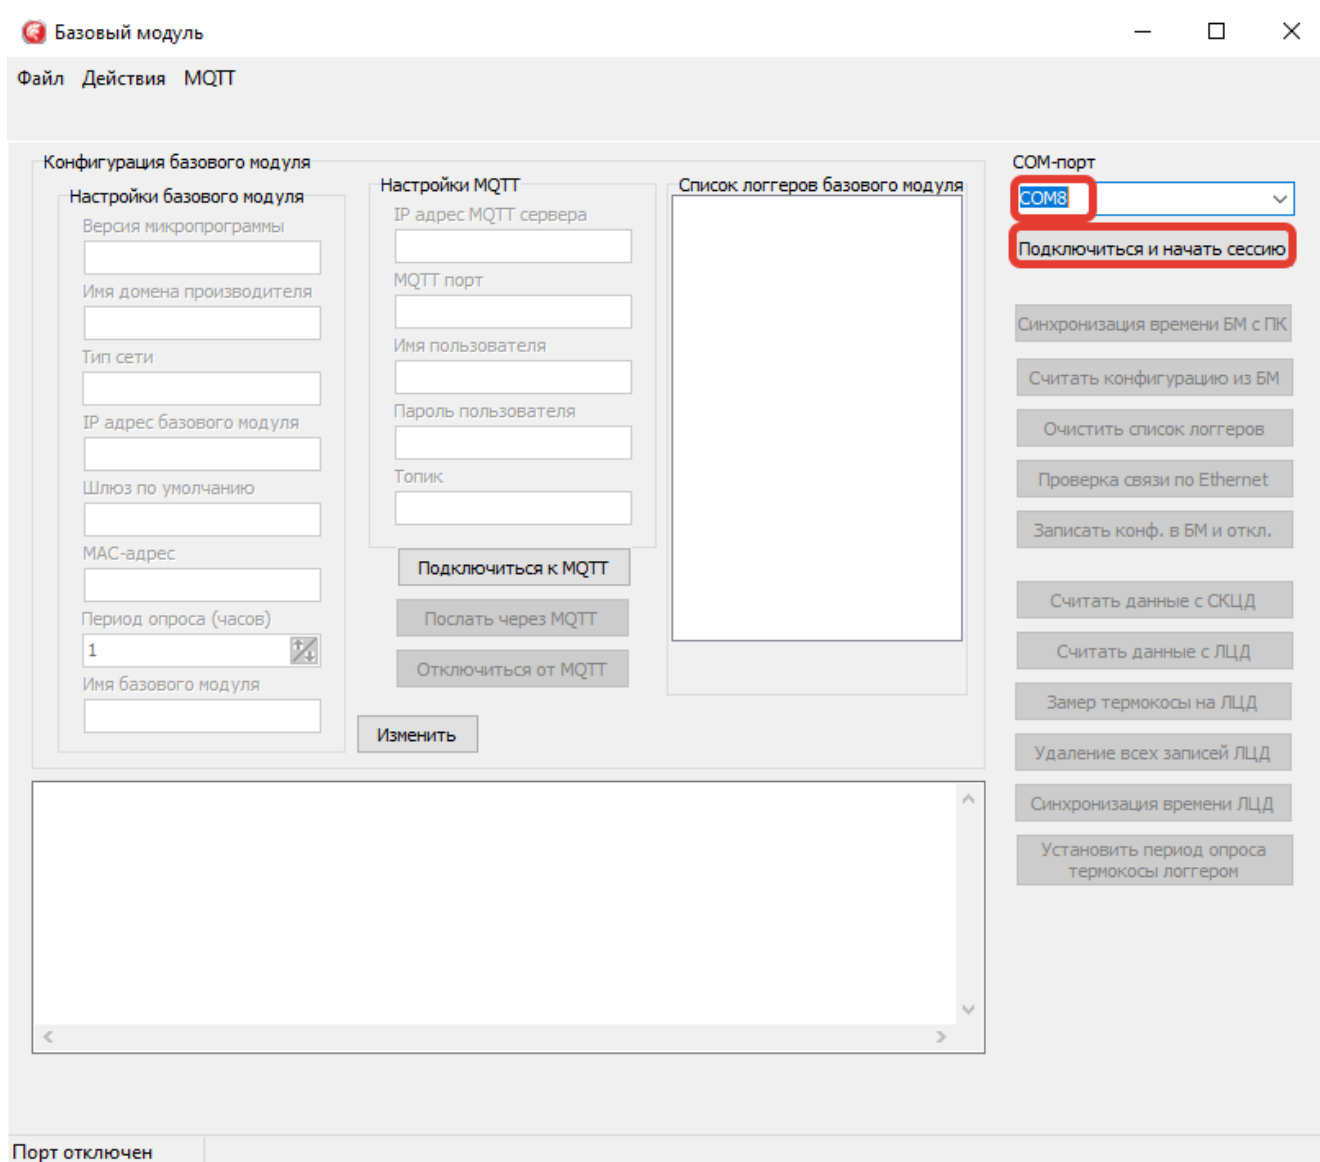

Рисунок 2
2.5.2.1 После выполнения всех подключений, настройки сервера и подачи питания на ШСПД, кабелем miniUSB подключить базовый модуль ШСПД к ПК, запустить программное обеспечение «VMservice». В открывшемся окне (рисунок 2) выбрать COM-порт, который назначила операционная система для базового модуля, нажать кнопку «подключиться и начать сессию».